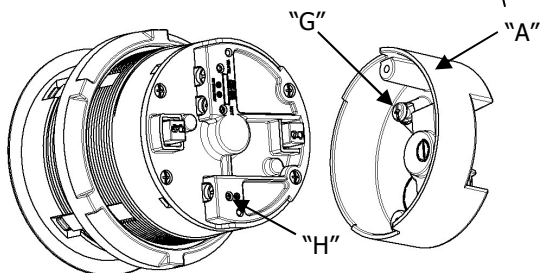

Fig. 3
The aluminum wiring housing "A" and receptacle must be grounded at "G" and "H". (Fig. 3)
- Vert ou nu à la vis verte (identifiée  $\ominus$ ). Le boîtier de câblage en aluminium « A » et le prise doivent être mis à la terre en « G » et en « H ». (Fig. 3)
La caja de cableado de aluminio "A" y el receptáculo deben conectarse a tierra en "G" y "H". (Fig. 3)